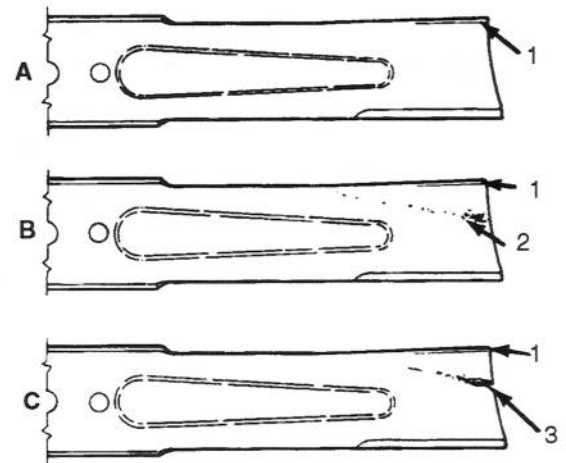

Figure 18
## CONTROLE ET AFFUTAGE DES LAMES (Fig. 18–19)
2. Examiner attentivement les tranchants de la lame, particulièrement au point de jonction de la partie plate et de la partie recourbée (Fig. 18-A). Le sable et les matériaux abrasifs peuvent user le métal qui relie ces deux parties de la lame, aussi vérifier l'état de cette dernière avant d'utiliser la tondeuse. Remplacer la lame si elle semble usée (Fig. 18-B); se reporter à la section *Dépose des lames de coupe*.
Une fente se forme entre le bord relevé et la partie plate si la lame devient usée (Fig. 18-C). La lame peut alors se casser et un morceau être projeté de dessous le carter et blesser l'utilisateur ou les spectateurs.